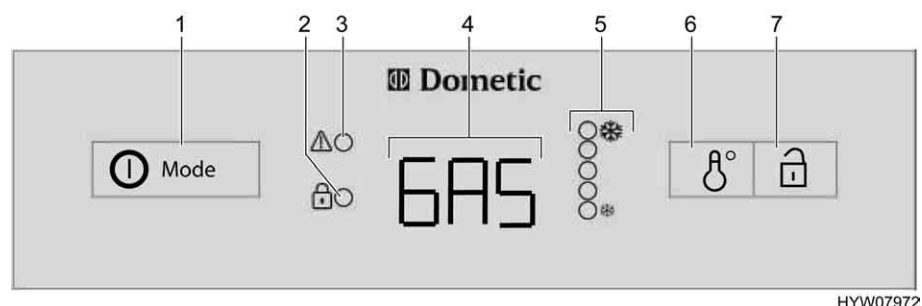

Bild 190 Bedienelemente für den Kühlschrank (Dometic 8er-Reihe mit AES)
Bei Störungen blinkt die Anzeige-LED Störung "⚠" (Bild 190,3).
Wenn Automatikbetrieb gewählt, **keine** 230-V-Versorgung angeschlossen und der Fahrzeugmotor **ausgeschaltet** ist, wählt das AES die Gasversorgung. Beim Anwählen des Gasbetriebs wird die Zündsicherung automatisch geöffnet, so dass Gas zum Brenner strömen kann. Gleichzeitig wird der elektronische Zünder eingeschaltet. Erlischt die Gasflamme, z. B. durch einen Luftzug, wird der Zünder sofort aktiviert und zündet das Gas wieder an. Bei Störung im Gasbetrieb blinkt in der Betriebsanzeige (Bild 190,4) der Text "GAS".
Nach dem Einschalten wählt der Kühlschrank automatisch die mittlere Thermostateinstellung. Diese Einstellung kann manuell mit dem Schalter für die Temperatureinstellung (Bild 190,6) nachgeregelt werden. Die Anzeige-LEDs (Bild 190,5) zeigen die gewählte Thermostateinstellung an. Mit dem Schalter wird die Kühltemperatur für alle drei Energiearten eingestellt. Es dauert einige Stunden, bis der Kühlschrank die normale Betriebstemperatur erreicht hat. Beim Umschalten der Betriebsart wird die Thermostateinstellung beibehalten. Die Kühltemperatur wird unabhängig von der Energieart beibehalten.
- Den Einschalter/Energie-Wahlschalter (Bild 190,1) 2 Sekunden lang drücken, um das Gerät einzuschalten. Die zuletzt gewählte Betriebsart wird in der Betriebsanzeige (Bild 190,4) angezeigt.
- Mit dem Einschalter/Energie-Wahlschalter (Bild 190,1) die Energieart wählen.
- Die Kühltemperatur am Schalter für Temperatureinstellung (Bild 190,6) einstellen. Die Anzeige-LEDs (Bild 190,5) zeigen die gewählte Thermostat-Einstellung.
- Den Einschalter/Energie-Wahlschalter (Bild 190,1) 2 Sekunden lang drücken. Alle Anzeigen erlöschen.